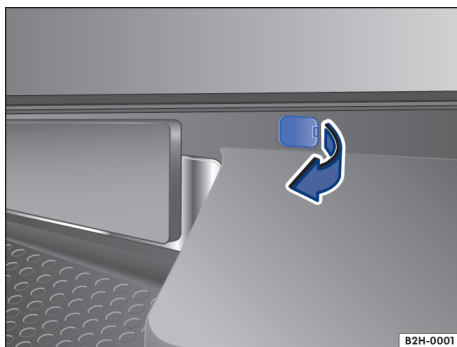

Fig. 188 Capa de cobertura no para-choque.
Conforme a versão do modelo, o parafuso para girar para baixo a roda sobressalente ou a roda de emergência se encontra sob uma capa de cobertura → Fig. 188 no para-choque ou à direita ao lado do suporte da placa de licença.
- Alavancar para fora a capa de cobertura com o lado plano da chave de fenda das ferramentas de bordo, na direção da seta → Fig. 188. ▶